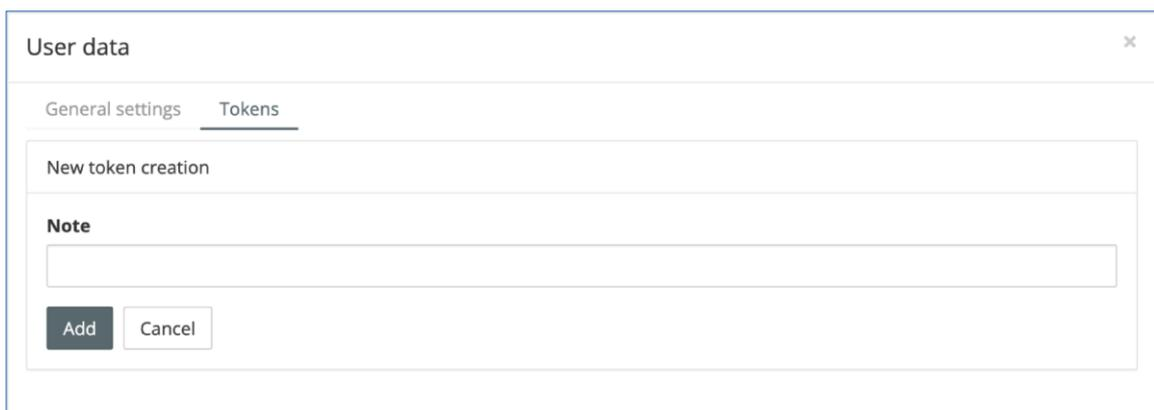
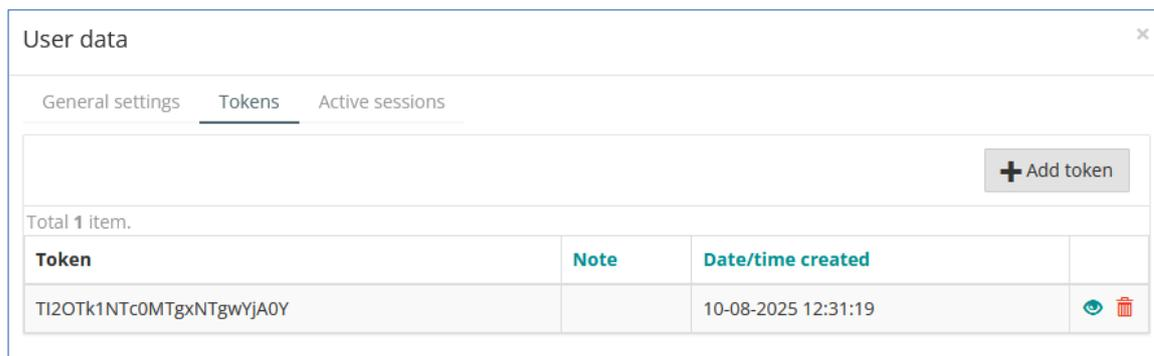

Abb. 8.18
Abb. 8.19
5. Klicken Sie auf die Schaltfläche **+Add** (Abb. 8.18). Das neu erstellte Token (Abb. 8.19) kann jetzt für den akYtec Cloud (siehe 1.) hinzugefügt werden.